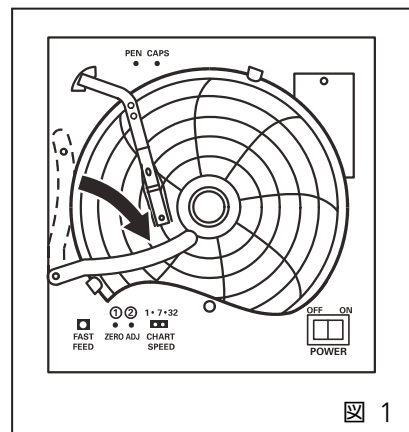

図 1
1. ペンリフターの先端を少し持ち上げるようにしてペンリフターストッパーからはずし、図 1 のように時計方向へ回します。